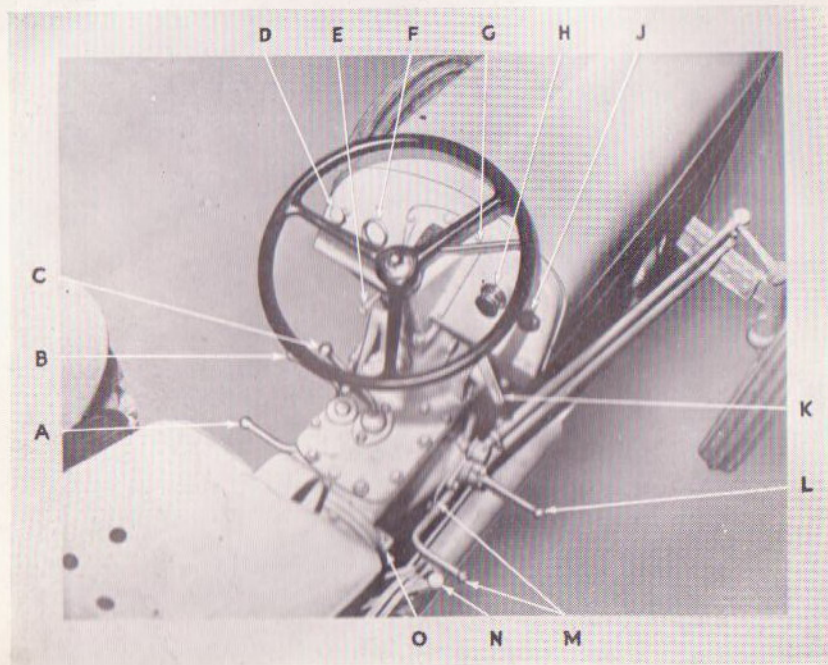

Fig. 1
- Si le cliquet du frein est enclenché comme indiqué Fig. 1.